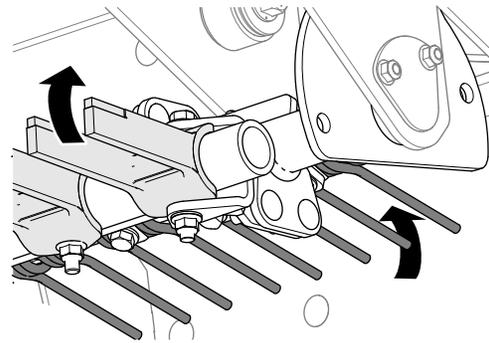

図 37
5. マルチツールアームを回転させて、使用したいプラウティンを選択する 図 37。